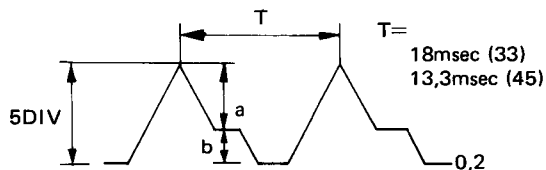

Fig. 9-15 Réglage de forme ondulatoire
3. Avec une forme ondulatoire telle que celle de la Fig. 9-15 du synchroscope, changer le gain pour amener la distance sommet à sommet à 5 divisions.
4. Puis régler VR1 pour obtenir un rapport a:b de 3:2 dans la Fig. 9-15 (en prenant toute précaution pour éliminer les bruits indésirables).